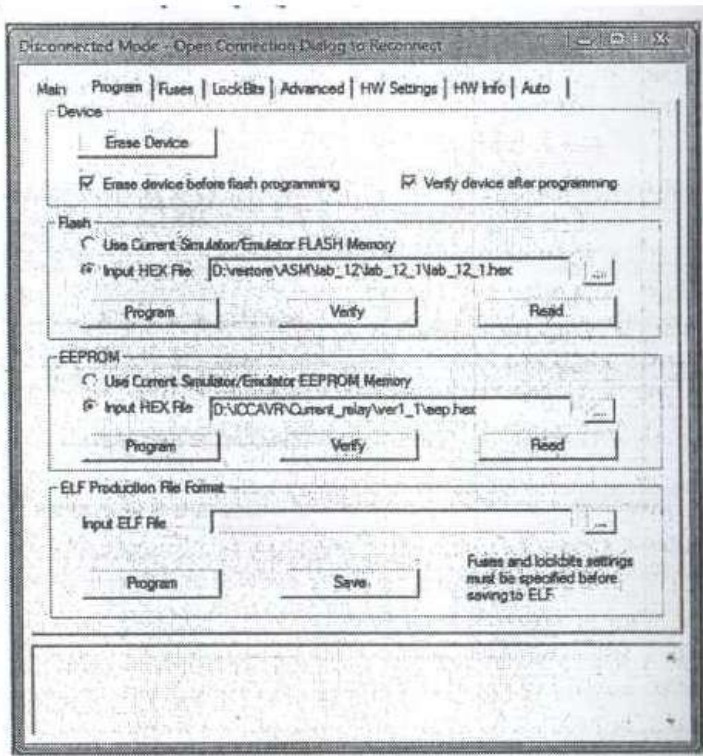

Рис. 6. Окно программирования микроконтроллера
-если номер USB COM-порта соответствует указанным требованиям, то происходит подключение микроконтроллера к среде AVR-Studio и окно программирования контроллера (рис. 6);